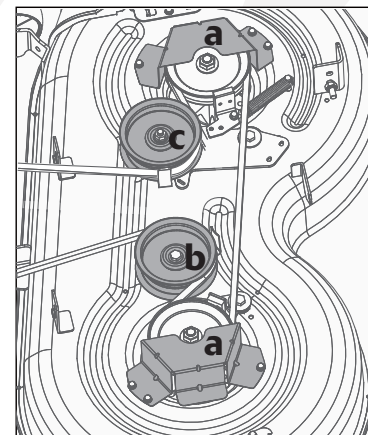

Fig. 29
2. Retire las dos fundas protectoras de las correas (a, Fig. 29) al retirar los seis tornillos que las aseguran a la cubierta.
3. Retire la polea fija (b, Fig. 29) y la polea de tensión (c, Fig. 29).